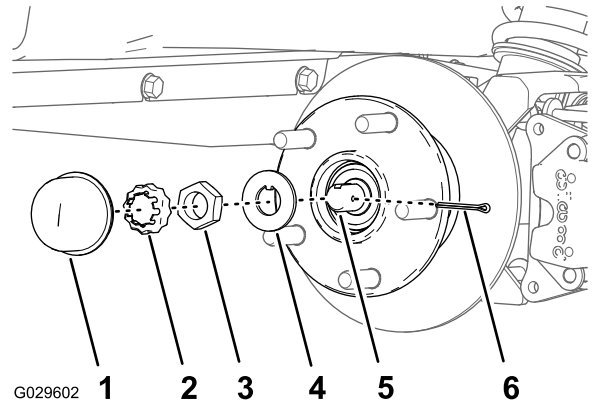
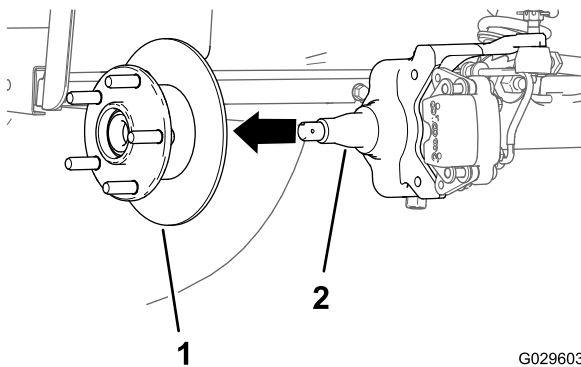

Figura 28
Figura 29
4. Retire el tapón guardapolvo del cubo (Figura 28).
5. Retire la chaveta y el retén del eje/tuerca del eje (Figura 28).
6. Retire la tuerca del eje, y separe el conjunto de cubo y rotor del eje (Figura 28 y Figura 29).